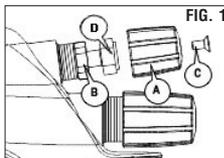

FIG. 1
- Un apriete excesivo del grupo de juntas de la aguja (3) puede obstruir el movimiento de la aguja (2-2), con la consiguiente fuga de pintura por el extremo del pico de material (2-1).
- Regule correctamente el grupo de juntas de la aguja (3) accionando el gatillo y controlando el movimiento de la aguja (2-2).
- e. **Montaje de la válvula de aire:** monte juntos la válvula de aire (8), el muelle de la válvula de aire (9) y la guía de regulación de la aguja (10). Luego, coloque la aguja (2-2) en la guía de regulación de la aguja (10), introduzca el grupo en el cuerpo de la pistola (4) y enrosque la guía de regulación de la aguja (10).
- Si se intenta introducir el muelle de la válvula de aire (9) y la válvula de aire (8) en el cuerpo (4) sin la aguja (2-2), la válvula de aire (8) no se podrá fijar correctamente y se estropeará la junta presente dentro de la guía de regulación de la aguja (10).
- f. **Desmontaje del grupo de regulación del abanico (5) y de la válvula reguladora del flujo de aire (15).** Para desmontar el grupo de regulación del abanico (5) o la válvula reguladora del flujo de aire (15), en primer lugar desenrosque el tornillo avellanado T10 (C) y retire con precaución la tuerca de regulación (6) como se ilustra en la Fig. 1. Luego, gire a mano en sentido
- Para montar nuevamente el grupo de regulación del abanico (5) y la válvula reguladora del flujo de aire (15), efectúe las operaciones en el orden contrario.
**IMPORTANTE:** antes de montar nuevamente el grupo de regulación del abanico y/o la válvula reguladora de aire, compruebe que estas operaciones se hagan siempre con la regulación (A) completamente abierta (Fig. 1).